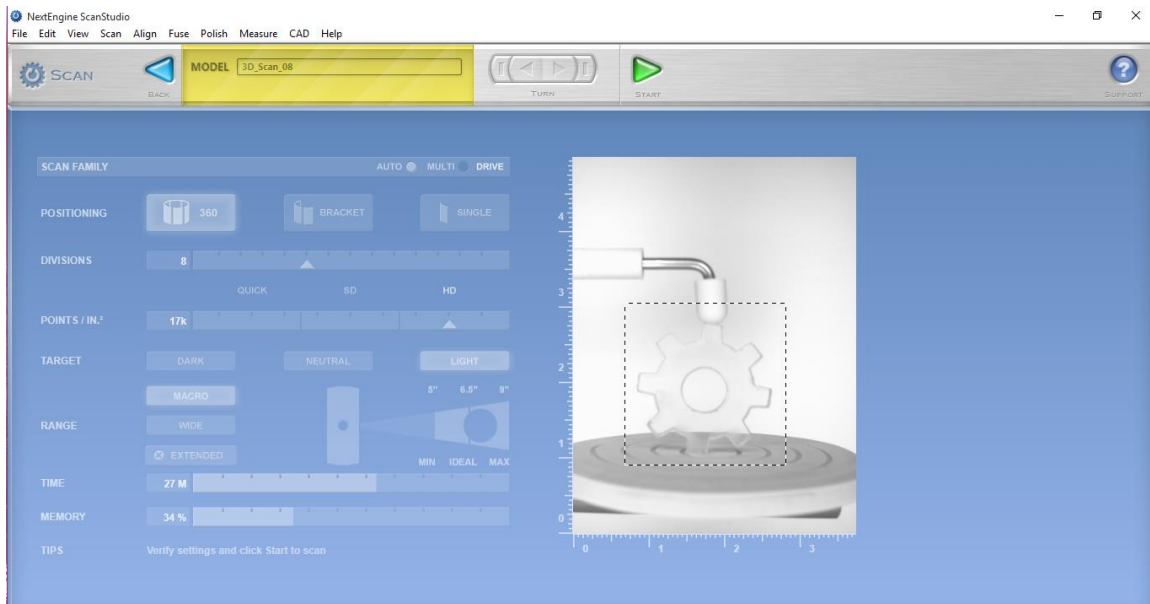

Figura 36. Configuración inicial del piñón.
- Se mostrará al lado derecho el objeto que se desea escanear como se observa en la Figura 36, se selecciona con un cuadro para que el rayo infrarrojo se enfoque en el elemento y al lado izquierdo se ven las diferentes configuraciones: